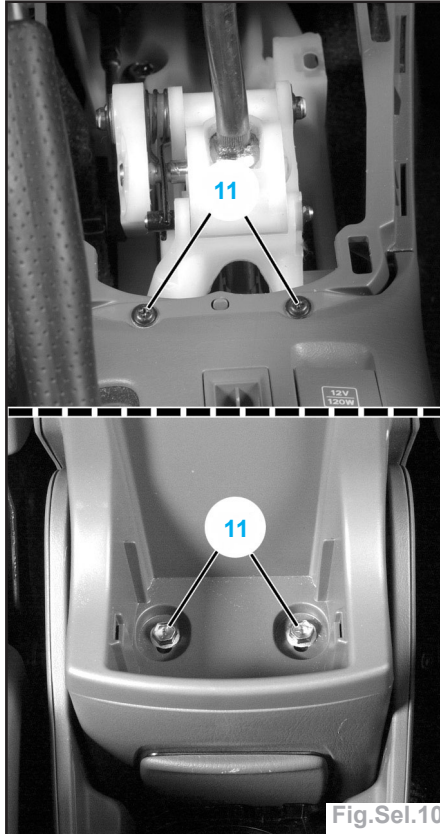

Fig.Sel.10
- déposer les 4 vis de fixation (11) de la console de plancher AR (fig.Sel.10),